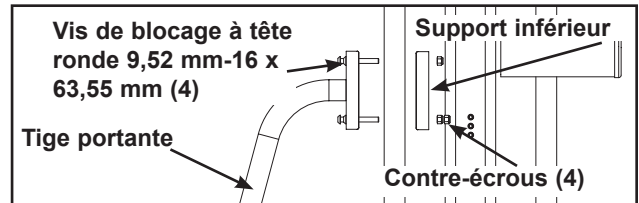

Figure 2
- A. Alignez les trous de la tige portante avec les trous du cadre. Voir Figure 2. Insérez les vis de blocage à tête ronde (comprises dans la quincaillerie fournie) dans les trous de la tige portante et du cadre.
- B. Placez le support inférieur sur les vis de blocage à tête ronde de l'étape 6B. Voir Figure 2.